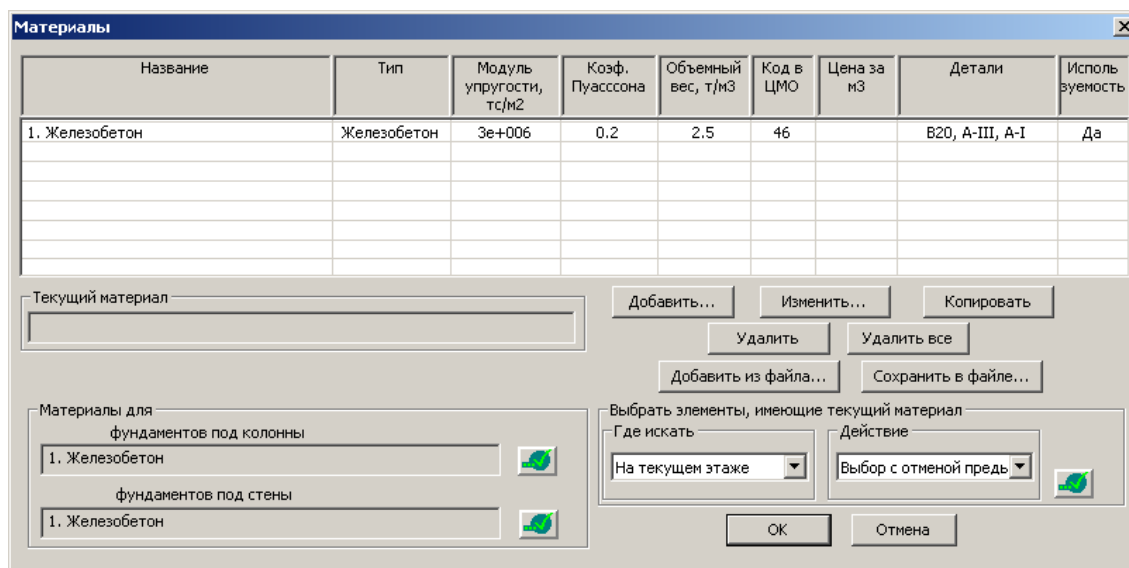

Рис.1.2.1. Окно диалога **Материалы**
- В окне диалога **Материалы** (рис.1.2.1) выберите материал **Железобетон**, созданный программой по умолчанию, нажмите кнопку **Изменить**.
➤ В окне диалога **Материалы** (рис.1.2.1) нажмите кнопку **Добавить**.
➤ В окне диалога **Материалы** (рис. 1.2.1) нажмите кнопку **Добавить**.
➤ В окне диалога **Материалы** (рис. 1.2.1), нажмите кнопку **Добавить**.